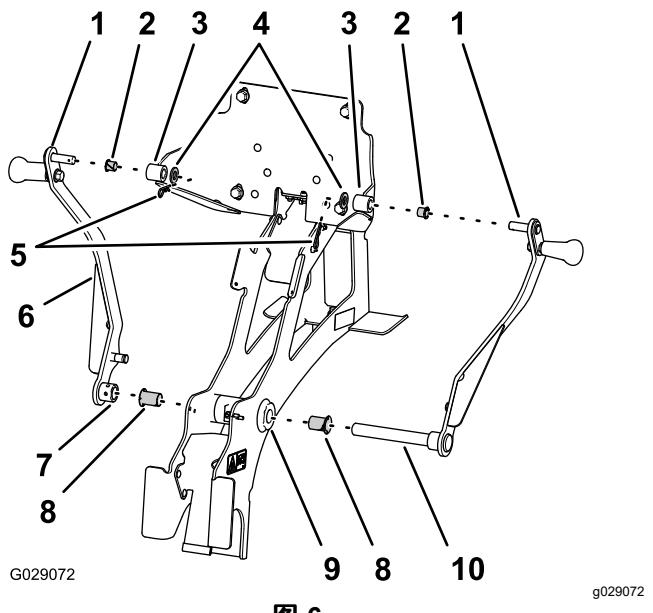

图 6
2. 将凸缘轴套内径  $\frac{1}{2}$  英寸插入背板的左右轮毂图 6。
3. 穿过枢轴管和枢轴右侧的凸缘轴套组装右托架臂的下枢轴销图 6。
4. 穿过背板的右轮毂组装右托架臂的上枢轴销图 6。
5. 用垫圈 $\frac{1}{2}$  英寸和发卡销将上枢轴销固定到背板上图 6。
6. 将左托架臂的轮毂组装到向枢轴管左凸缘轴套的左侧突出的右托架臂下枢轴销的一端图 6。
7. 穿过背板的左轮毂组装左托架臂的上枢轴销图 6。
8. 用垫圈 $\frac{1}{2}$  英寸和发卡销将左托架臂的上枢轴销固定到背板上图 6。
1. 将凸缘轴套内径  $\frac{3}{4}$  英寸插入主支架中枢轴管的两端图 6。